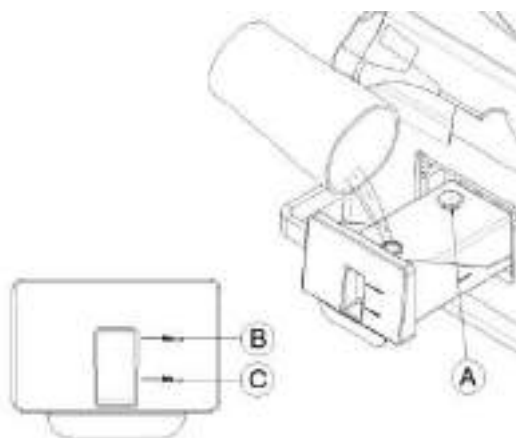
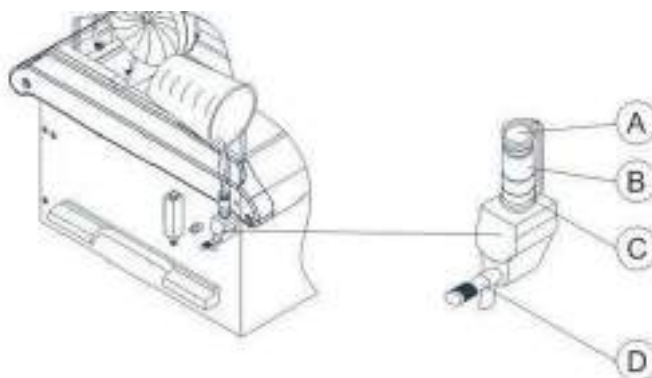

Figura 137 – Nível do reservatório interno de umidificação passiva para incubadora com corpo em plástico de engenharia
Figura 138 – Nível do reservatório interno de umidificação passiva para incubadora com corpo metálico
- Para abastecer o reservatório, abra a tampa (A) e coloque água destilada com cuidado até que o líquido esteja entre os níveis máximo (B) e mínimo (C), indicados no copo plástico do conjunto nível de água para incubadora com corpo metálico, conforme figura 138 e para incubadora com corpo em plástico de engenharia, a indicação de nível de água está localizado na tampa do reservatório, conforme figura 137.
- Para drenar a água do reservatório da incubadora com corpo metálico, abra o registro (D) do indicador de nível, recolhendo a água em um recipiente. O dreno está indicado na figura 137.